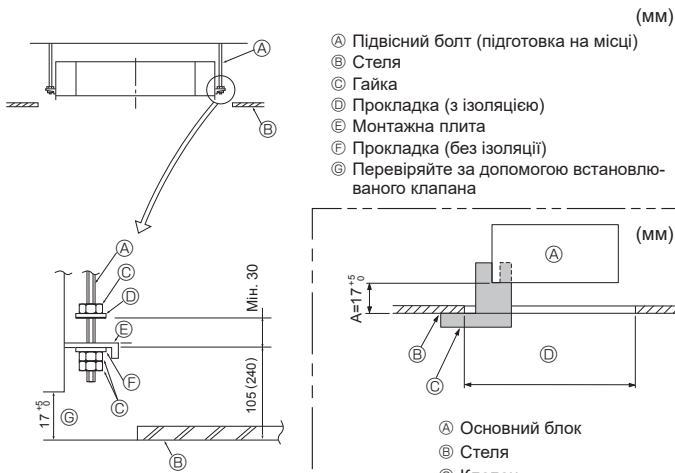

Fig. 3-6
3.6. Процедури підвіски блока (Fig. 3-6)